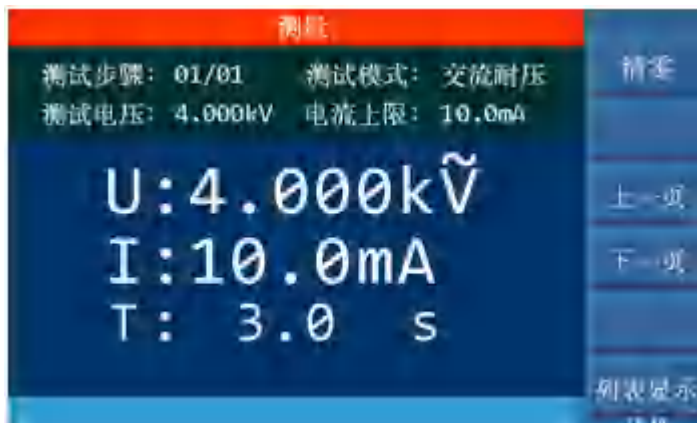

图 4-4.1
当将自动量程, 即耐压自动换量程功能设为开启 ON 时, 在测试结束前 0.6S 时, 若所测得的电流可以用低电流量程表示时, 则电流量程自动换为低电流量程。示例如图 4-4.1 和图 4-4.2 以及图 4-4.3 所示。
- ① 若测试设置电流量程为高电流量程, 图 4-4.1 中为 10mA。